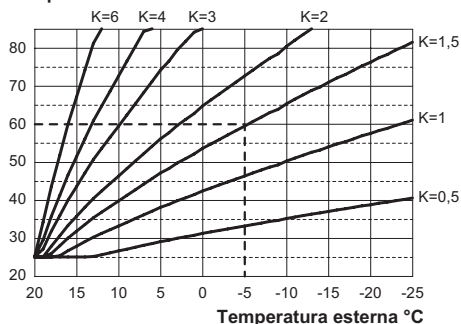

Figura 5.14
Se alla caldaia **È COLLEGATO** il comando remoto (opzionale) riferirsi alla Figura 5.14.
Quando si installa la sonda esterna bisogna impostare questo parametro in base al rendimento dell'impianto di riscaldamento per ottimizzare la temperatura di mandata (Figura 5.14).
Es. Per avere una temperatura di mandata all'impianto di riscaldamento di 60°C con una esterna di -5°C si deve settare un K di 1,5 (linea tratteggiata in Figura 5.14).
- Utilizzando i tasti 10 o 11 è possibile modificare il valore del parametro 15 da un minimo di **01** ad un massimo di **60** in base alla curva scelta del coefficiente K in Figura 5.14 (il valore letto sul display corrisponde a valori decimali di coefficienti K).